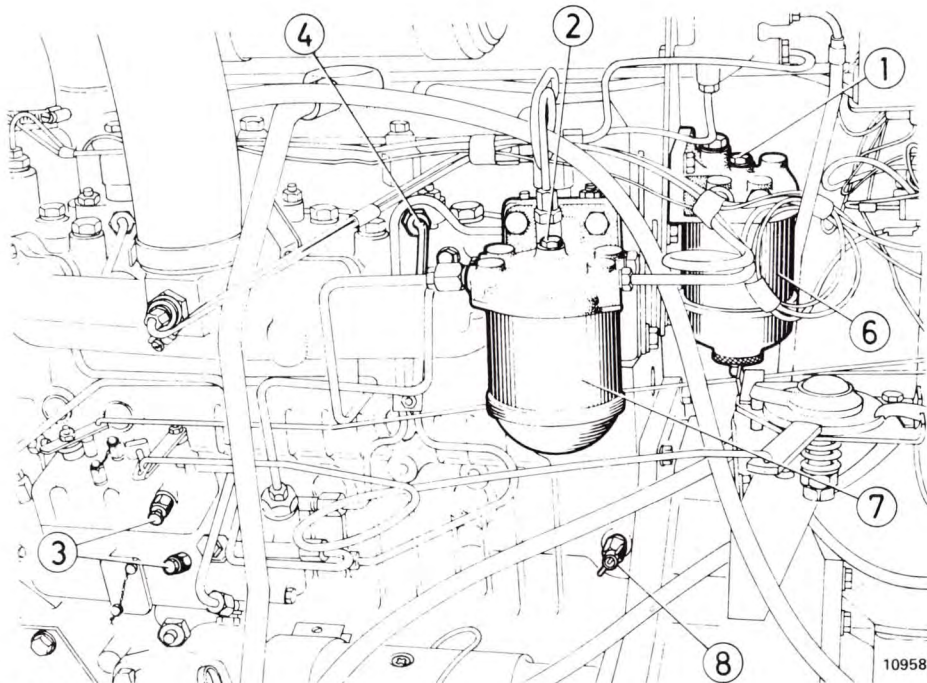

Bild 58.
1. Öppna skruven 1, bild 58, på första filtret.
- 32.2. Tag bort filterbehållarna, 6 och 7 bild 58, genom att skruva loss skruven på filterhusets topp.
Insatsen i första filtret, 6 bild 58, ska bytas var 400:e timme. I det andra filtret ska insatsen bytas var 1000:e timme.
Kylvatten tappas av genom att öppna kranen på kylaren samt pluggen 8 på motorn. Bild 58.